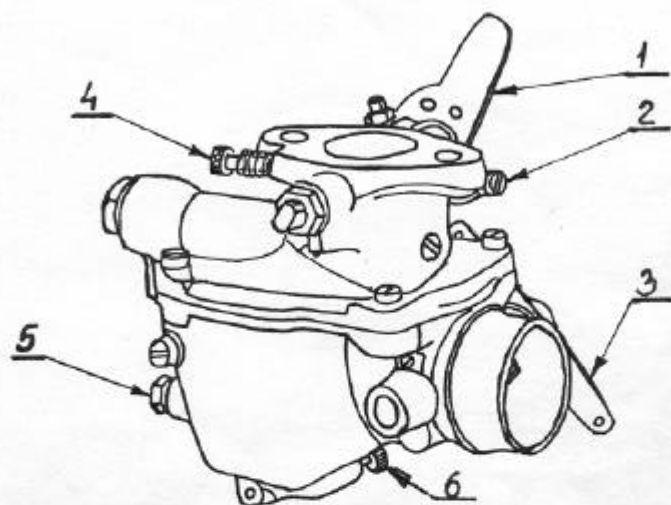

Fig. 3.
Karburatoren er justeret fra fabrikken, men det vil som regel være nødvendigt at efterjustere tomgangen, når motoren er tilkørt. Tomgangen skal justeres, når motoren er varm. Blandingsskruen mærket 4 på fig. 3 skrues ud, indtil motoren begynder at gå ujævnt, derefter skrues den langsomt tilbage, til motoren går jævnt i tomgang. Tomgangshastigheden justeres på tomgangsskruen mærket 2 på fig. 3.
3. Luk chokerspjældet - se fig. 3.
Når motoren er kold, kan starten lettes ved at lukke chokerspjældet mere eller mindre. Chokerspjældet betjenes med armen nrk. 3 på fig. 3.